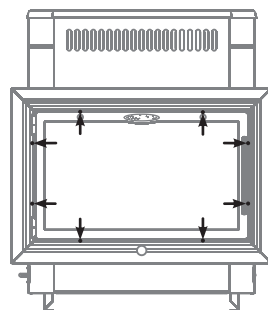

Рисунок 4. Места установки саморезов
- 1) открутить саморезы 8 шт., которыми рамка прикрепляется к топливному каналу и снять ее; (см. рисунок 4)